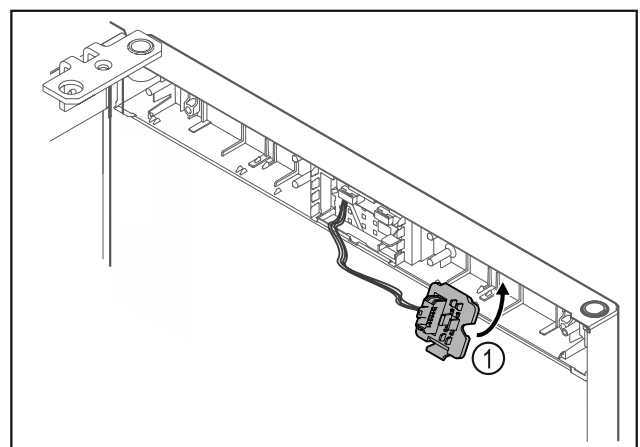

Fig. 23
- Innestare il porta-connettore Fig. 23 (1) sul lato opposto.